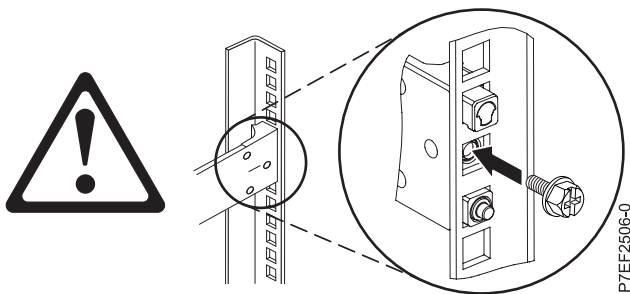

Abbildung 4. Schraube erneut einsetzen
4. Setzen Sie die Schraube erneut ein, die in Schritt 2 auf Seite 4 entfernt wurde, wie in Abb. 4 dargestellt.